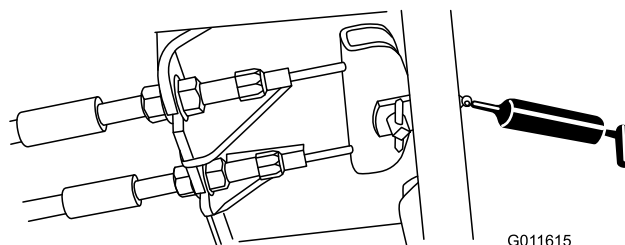

Рисунок 83
- Педаль тормоза (1 шт.) (Рисунок 83)